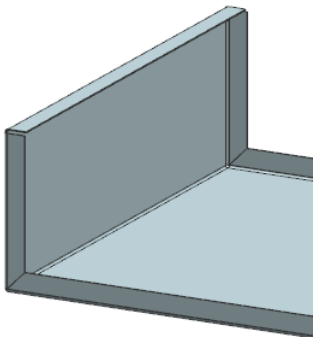

图 6-84 创建弯边特征
(4) 在“弯边”对话框中,单击  按钮,创建弯边特征,如图 6-84 所示。